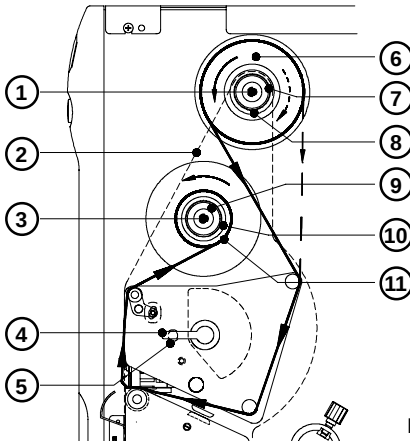

Bild 6d Einlegen des Transferbandes
Die Schichtseite muss beim Einlegen auf der dem Druckkopf abgewandten Seite liegen ! Im Bild 6d gilt die durchgezogene Linie für Transferbandrollen mit innenliegender Schichtseite, die gestrichelte Linie für Rollen mit außenliegender Schichtseite.
4. Halten Sie die Transferbandrolle fest und drehen Sie den Rändelknopf (7) im Uhrzeigersinn, bis ein spürbarer Widerstand auftritt. Dadurch wird die Transferbandrolle (6) am Transferbandabwickler (8) festgeklammt.
5. Schieben Sie eine Papphülse (11) auf den Transferbandaufwickler (10) und klemmen Sie sie durch Drehen des Rändelknopfes (9) im Uhrzeigersinn fest.
6. Legen Sie das Transferband nach Bild 6d ein und kleben Sie den Bandanfang mit einem Klebestreifen (z.B. Etikett) an der Papphülse (11) fest.
7. Glätten und straffen Sie den Transferbandlauf, indem Sie den Aufwickler (10) entgegen dem Uhrzeigersinn drehen.
8. Klappen Sie die Versteifung (2) nach oben und achten Sie darauf, dass die Zentrierstifte (1,3) an den Transferbandwicklern in die vorgesehenen Lagerstellen in der Versteifung greifen.
9. Schwenken Sie den Hebel (4) entgegen dem Uhrzeigersinn, bis der Hebel seitlich auf den in der Versteifung (2) eingelassenen Kugelschnapper (5) drückt. Damit wird der Druckkopf verriegelt.